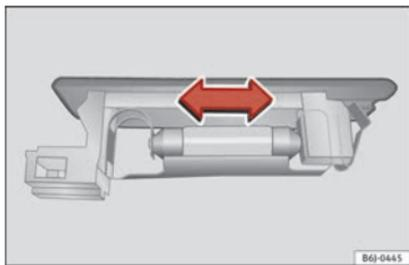

Fig. 195 Luz del maletero.
- Presione la lámpara lateralmente y extráigala del alojamiento »» fig. 195.